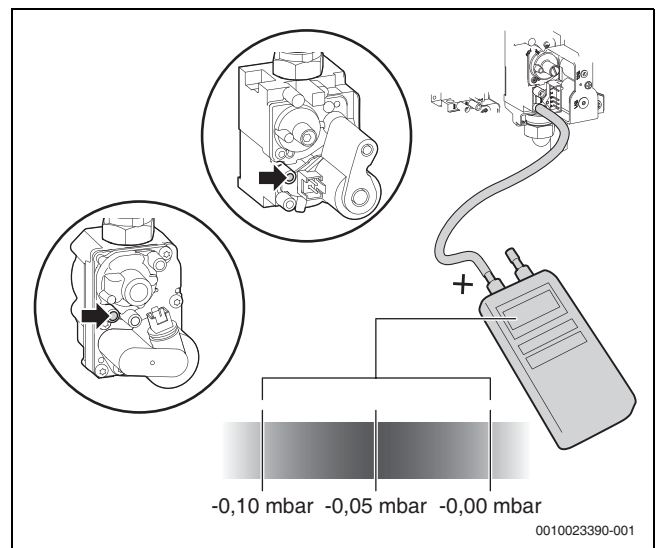

Bild 46 Differenzdruck messen
- ▶ Differenzdruck des Gasventils messen (→ Bild 46). Der optimale Differenzdruck beträgt -0,05 mbar.